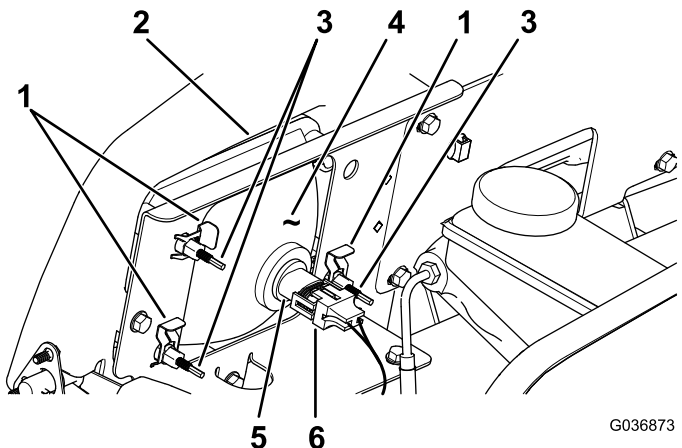

Figura 52
3. Desconecte el conector eléctrico del arnés de cables del conector del conjunto de la lámpara (Figura 52).
4. Retire los conectores rápidos que sujetan el faro al soporte del faro (Figura 52).
5. Retire el faro desplazándolo hacia adelante y pasándolo por el hueco del parachoques delantero (Figura 52).
6. Introduzca el faro nuevo a través del hueco del parachoques (Figura 52).
8. Conecte el conector eléctrico del arnés de cables al conector del conjunto de la lámpara (Figura 52).
2. En la parte trasera del faro, gire los tornillos de ajuste (Figura 52) para pivotar el conjunto y ajustar de la posición del haz de luz.